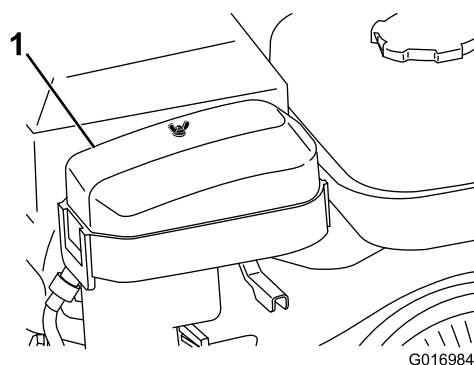

Рисунок 31
2. Снимите барашковую гайку, которая крепит крышку воздухоочистителя, и снимите крышку (Рисунок 31).